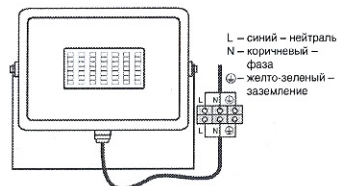

Рис. 1 Схема подключения прожектора к сети электропитания
6.2 Подключение светодиодных прожекторов TM IONICH должно производиться при выключенном электропитании, согласно схеме представленной на рис.1.